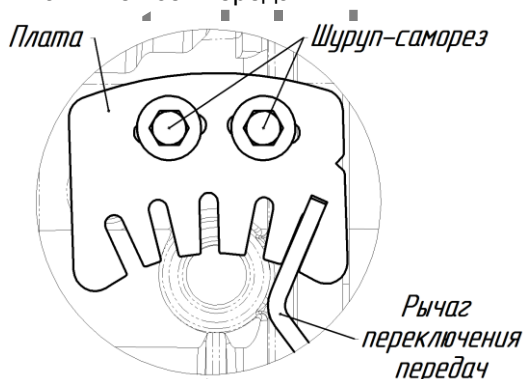

Рис.12. Настройка узла переключения передач
- выставить Плату по Рычагу переключения передач (как показано на рис.12) и зафиксировать её Шурупными-саморезами.